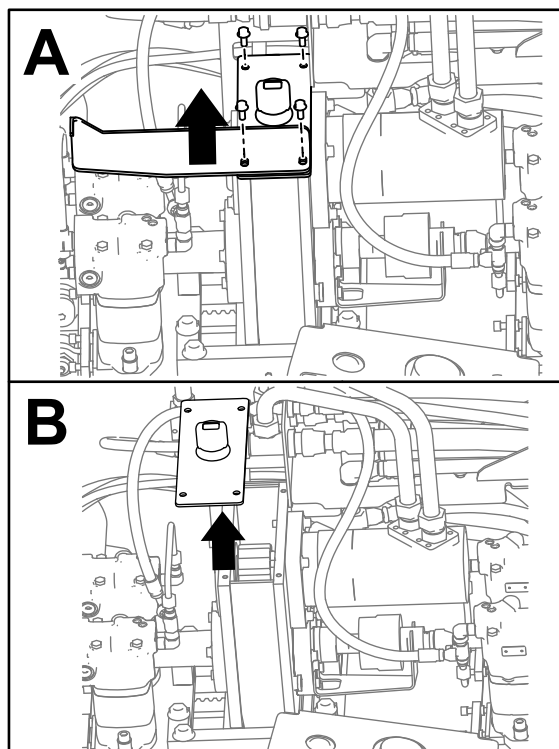

Figura 133
3. Retire los 4 pernos de la placa del protector y de la caja de engranajes (Figura 133, A).
4. Retire la placa del protector (Figura 133, A).
5. Retire la tapa de la caja de engranajes y extraiga el aceite con sifón (Figura 133, B).
9. Vuelva a colocar el protector en su lugar e instale los 2 pernos (Figura 133, A).
10. Instale los otros 2 pernos que sujetan la tapa a la caja de engranajes (Figura 133, A).